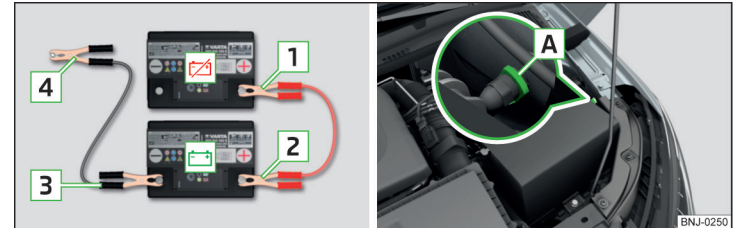

Abb. 267 Starthilfe: ☒ - entladene Batterie, ☑ - stromgebende Batterie / Massepunkt des Motors beim START-STOPP-System
- Bei Fahrzeugen **mit** dem START-STOPP-System die Klemme **4** am Massepunkt des Motors **A** befestigen » Abb. 267.